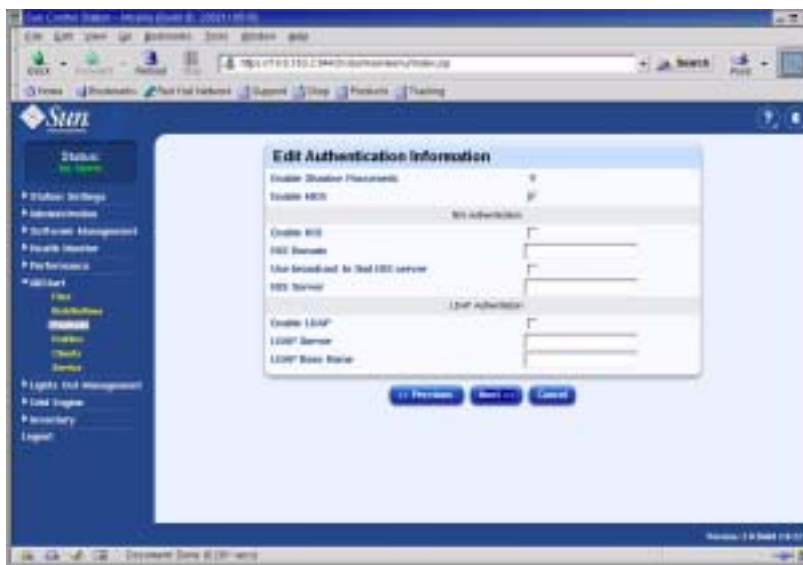

РИСУНОК 2-14 Окно редактирования данных аутентификации (Edit Authentication Information) (профили AllStart)
- e. В окне редактирования данных об аутентификации (**Edit Authentication Information**) убедитесь в выделении следующих обязательных параметров (см. пример на РИСУНОК 2-14). После окончания нажмите кнопку **Next**.